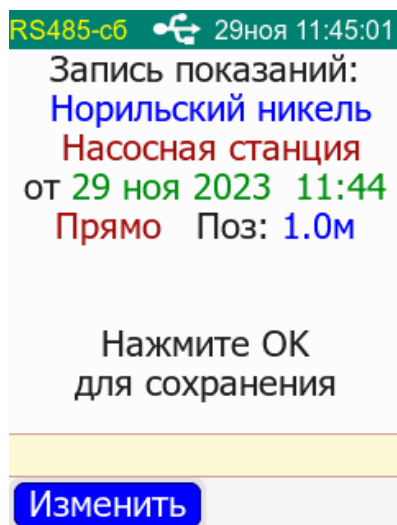

Рисунок 8.3 Окно измерений
8.3.6 Нажмите кнопку «ОК», появится окно измерений (рис. 8.3).